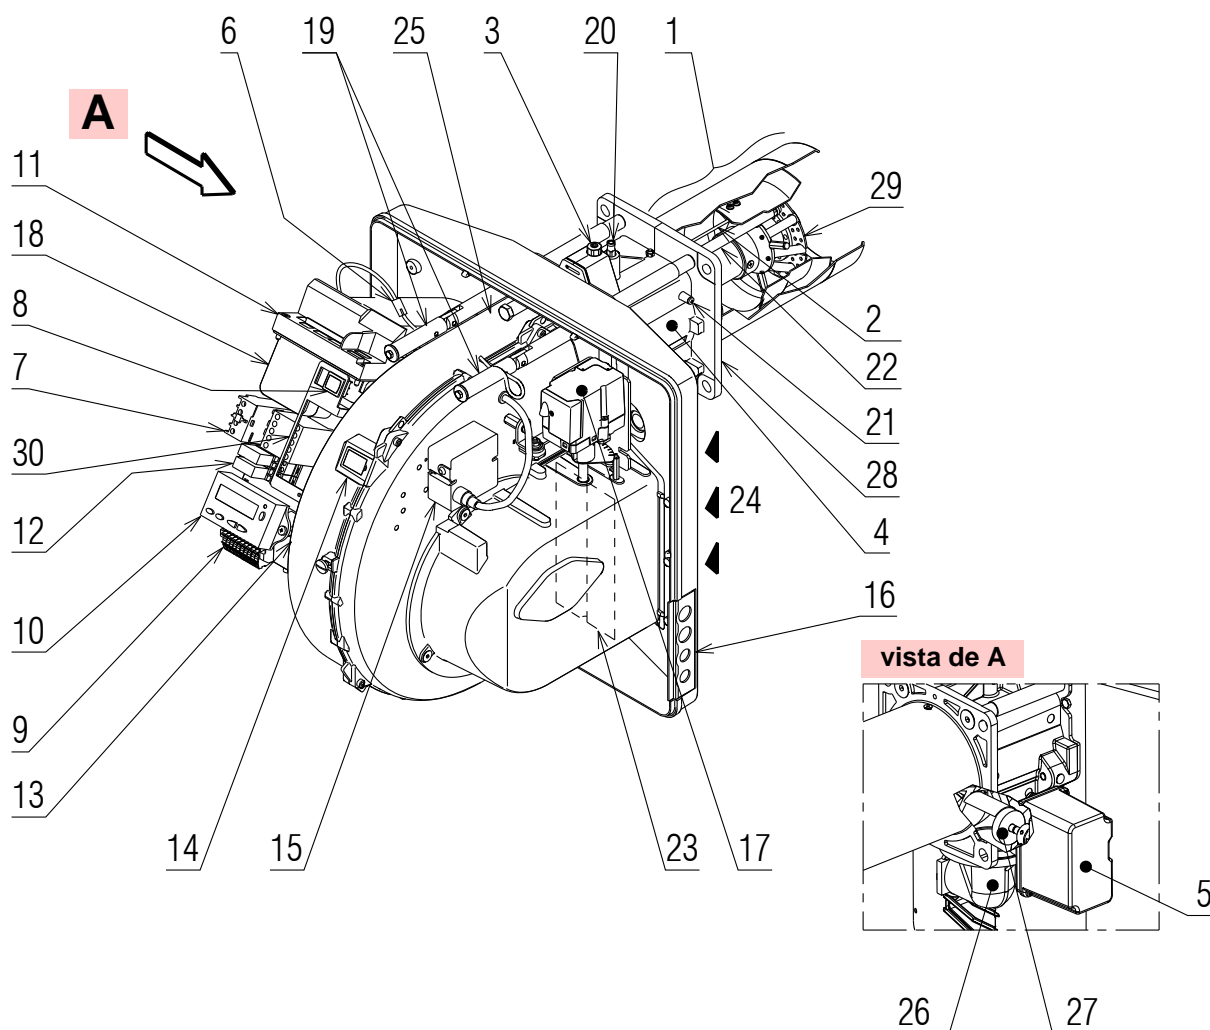

Fig. 5
(1) Condições de referência: Temperatura ambiente 20°C - Temperatura gás 15°C - Pressão barométrica 1013 mbar - Altitude 0 metros acima do nível do mar.
(2) Pressão gás à tomada do mangueira 20) (Fig. 5) com 0 mbar em câmara de combustão e à potência máxima do queimador.
(3) Pressão acústica medida em laboratório de combustão da empresa fabricante, com o queimador funcionando em caldeira de ensaio à máxima potência.